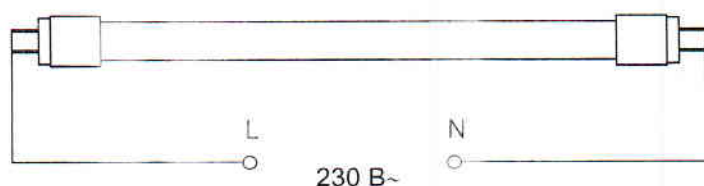

Рисунок 34
4.3 Лампа Т8 линейная устанавливается в светильники вместо стандартных люминесцентных ламп и подключается напрямую к сети 230 В~, при этом пускорегулирующий аппарат ЭПРА или ЭмПРА из светильника удаляется (рисунок 34).